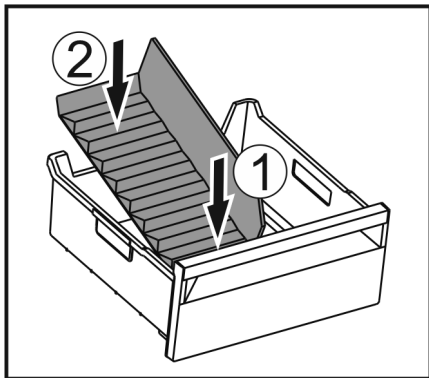

Fig. 68
- ▶ Voorste deel van de ijsvak-scheider plaatsen. Fig. 68 (1)
- ▶ Achterste deel van de ijsvak-scheider tot de bodem van de lade laten zakken. Fig. 68 (2)